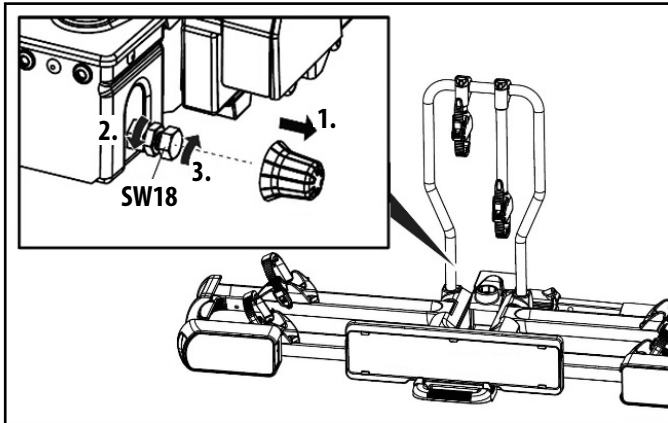

Figura 15: Regolazione dell'aggancio rapido
- Allentare leggermente il controdado (figura 15).
- Avvitare la vite di regolazione di un quarto di giro (figura 15).